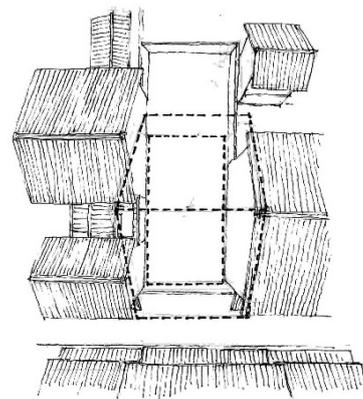
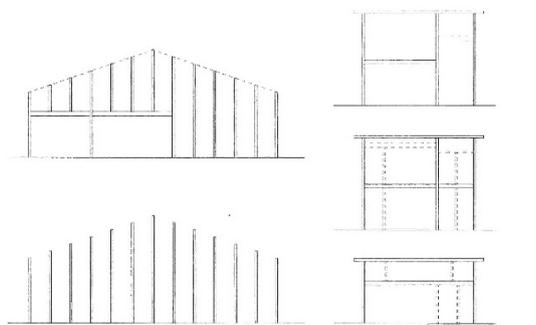

図1 ウナギの寝床に立つ町家
図2 妻方向と桁方向で異なる軸組
1章では町家の軸組構造をその建て方から考えました。前面道路しか空地の無いウナギの寝床いっばいに建てられる架構の必要十分条件を、作業の時系列で整理しました(図1)。その中には頑なに守られている決まりごと、母屋まで1本の通し柱の仕上がり、桁方向と妻方向で全く異なる軸組の基本があります(図2)。仕口もまた明快で①柱脚は石に載るだけ、②2階の床梁と側つなぎ、地棟だけを1本柱で柱に留め、③小屋組は載るだけで水平には効き上向きにはフリーです。この原則は後日、祇園祭の山鉾の復元設計でも大いに役立ちました。